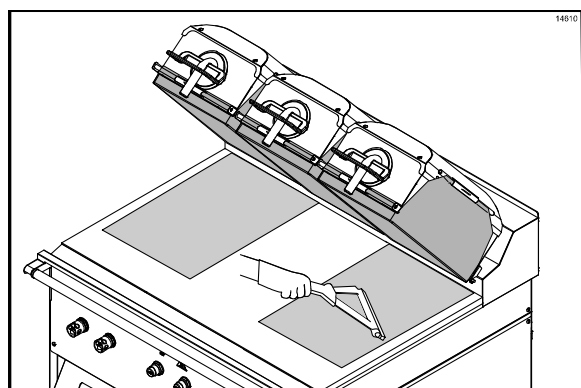

图 76
51. 对煎炉另一侧重复不粘模的最后两个步骤。（请见图 76）